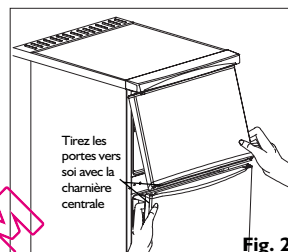

Fig. 2
2. Dégagez soigneusement les portes des compartiments réfrigérateur et congélateur avec la charnière centrale, en les faisant glisser hors des chevilles des charnières supérieure et inférieure, puis en les tirant délicatement vers vous (Fig. 2).